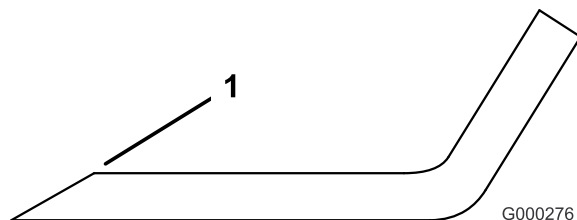

Figure 68
1. Au moyen d'une lime, affûtez les tranchants aux deux extrémités de la lame (Figure 68). Veillez à conserver l'angle de coupe d'origine. Limez la même quantité de métal sur chacun des deux tranchants pour ne pas déséquilibrer la lame.